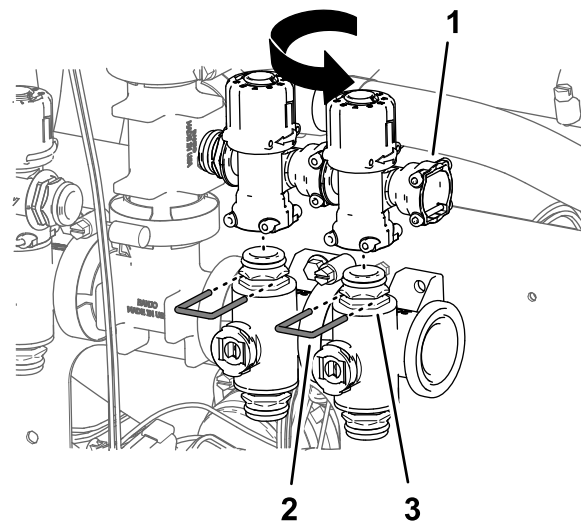

图101
8. 对喷嘴阀 6 和 7 上的旁通阀重复步骤 5 和 7图101。